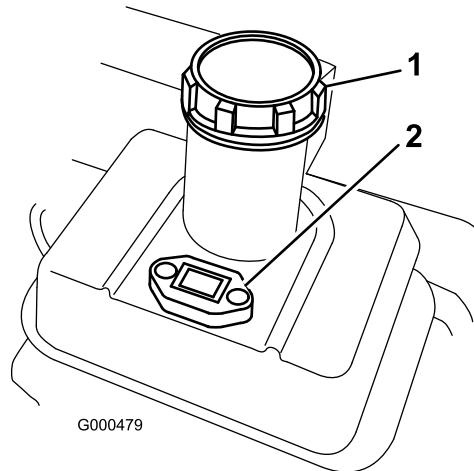

Figure 13
1. Nettoyez tout autour du bouchon du réservoir d'essence et retirez le bouchon (Figure 13).